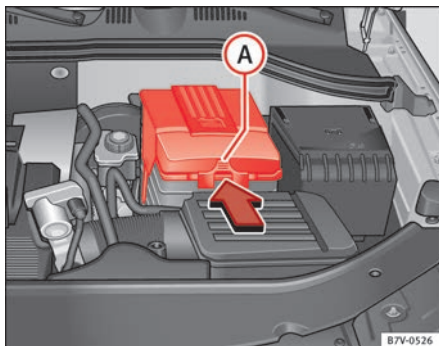

Fig. 173 No compartimento do motor: Retire a cobertura da bateria do veículo.
- *No caso de uma cobertura:* pressione a lingueta ⇒ Fig. 173 **A** no sentido indicado pela seta e retire para cima a cobertura.